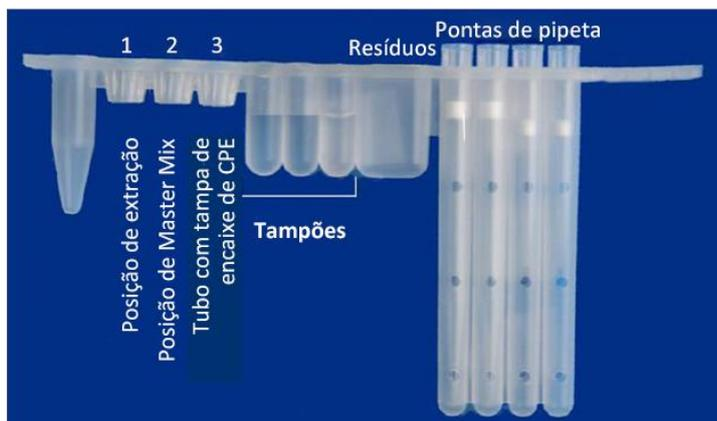

Figura 1: Configuração da Tira de reagente unificado de ADN.
2.2.a. Encaixe um tubo de reagente BD Exk-1 (selo branco) de extração de ADN na posição 1 da tira de ADN (consulte a Figura 1).
2.2.b. Encaixe um tubo DNA MMK Mistura de reação (selo verde/amarelo) na posição 2 da tira de ADN (consulte a Figura 1).
2.2.c. Encaixe um tubo de reagente de CPE (selo azul/roxo) na posição 3 da tira de ADN (consulte a Figura 1).